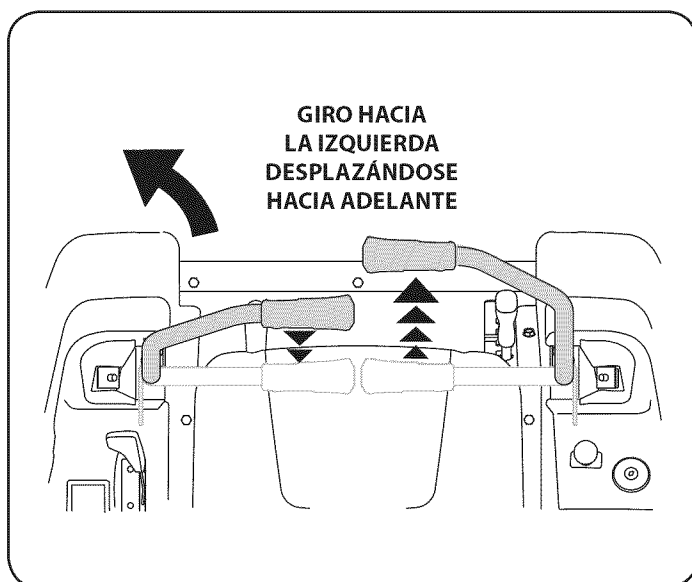

Figura 15
1. Para girar a la izquierda, mueva la palanca de control del lado izquierdo hacia atrás respecto de la palanca derecha. Vea la Figura 15.